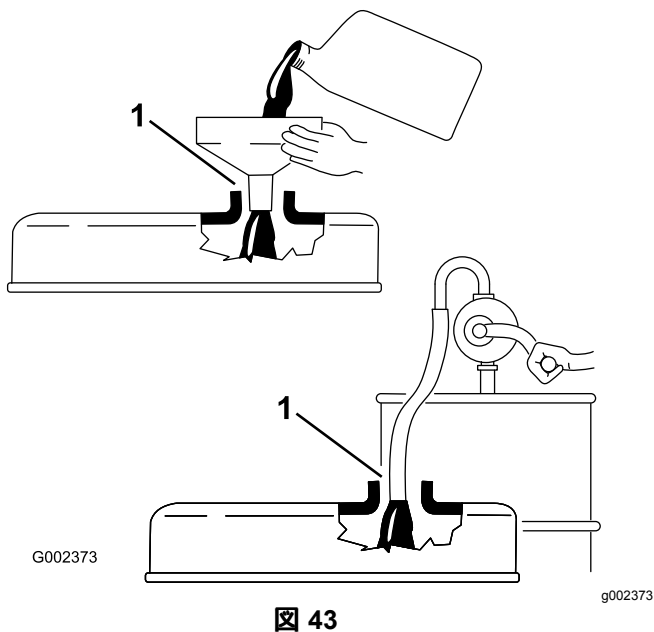

図 43
**重要** エンジンオイルを補給する時には、補給口とジョウゴなどの間に 図 43 に示すようなすき間が必要です。オイルを補給するときに空気を逃がすためにこのすき間が必要となります。